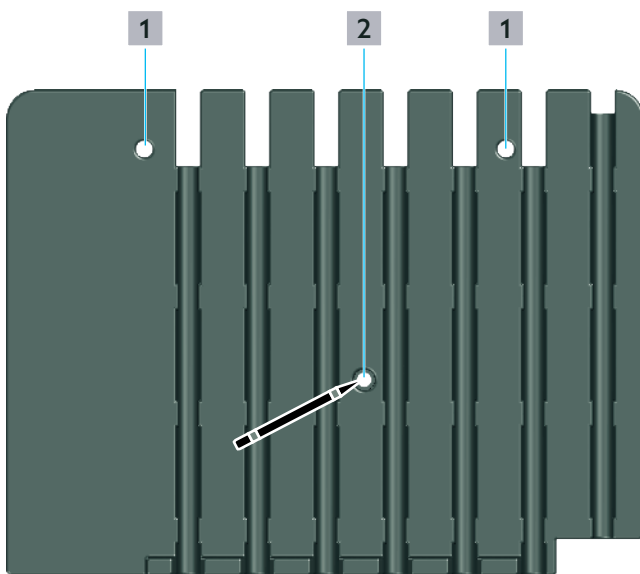

Abb. 7: Isolierung einhängen
- 2 Markieren Sie den Befestigungspunkt für die Dübelschraube mit einem Stift (Position **2** in Abb. 7 auf Seite 9).
- 1 Setzen Sie das Distanzstück (Position **3** in Abs. 6.1 auf Seite 8) in die Aussparung für Dübelschraube (Position **2** in Abb. 7 auf Seite 9).